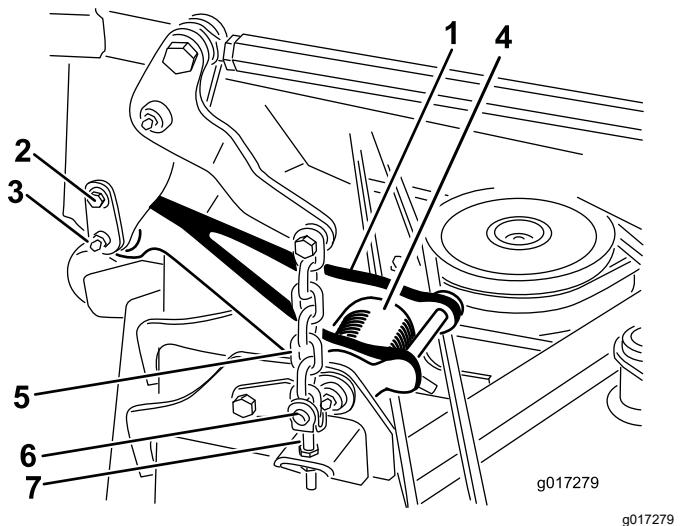

図 29
- リングピン4本とクレビスピンを使って、昇降チェーンをデッキの調整クレビスに固定する図 29。
- プルリンクをキャリアフレームに合わせて、リンクをリテーナピンで接続する図 29。リテーナピンは、ショルダねじでフレームに固定する図 29。